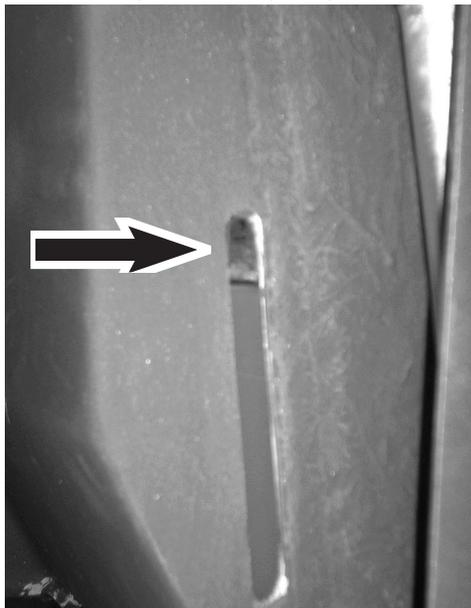

Figura 09
9.c) Verificar se o nível de água do reservatório está no nível correto (como indica figura 09).